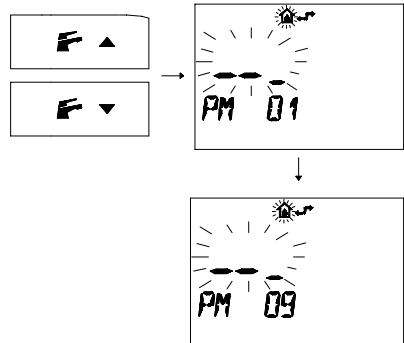

fig. 9.14
- 3 Premere i pulsanti o per visualizzare la programmazione "**PM 09**" *modo spazzacamino* (fig. 9.14)